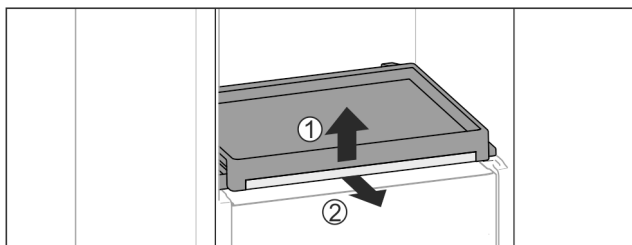

Fig. 39
- ▶ Vyjměte vysouvací přihrádku se skleněnou deskou: Skleněnou desku vpředu lehce nadzvedněte Fig. 39 (1) a vytáhněte dopředu Fig. 39 (2).